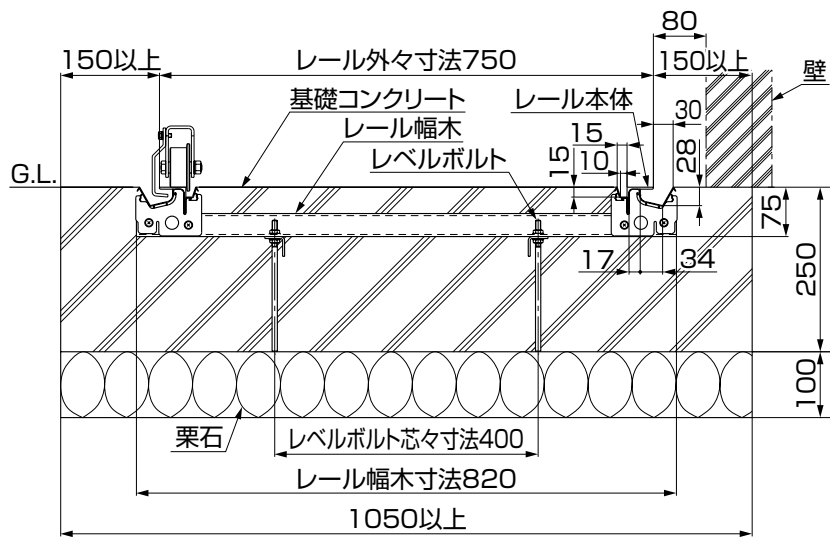

図1-1
- レベルボルトM8×200は基準寸法から-6mm~+15mmの範囲で調整できます。(「1.レールの納まり(断面)」の図1-1参照)